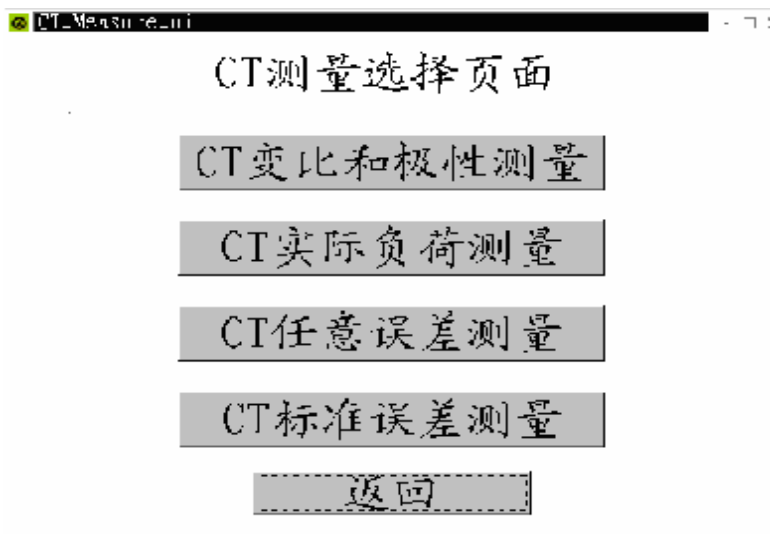

图 5
- 4、在图 4 所示菜单中有两个测量选项，点击触摸屏上的【电流互感器特性测量】，进入图 5《CT 测量选择页面》。
- 5、在图 5 所示测量选项菜单中，点击触摸屏上的【CT 变比和极性测量】处，进入图 6【CT 变比测量页面】菜单，进行 CT 变比和极性测量。
- 4、点击触摸屏的【电流互感器特性测量】处，进入图 5《CT 测量选择页面》页面。
- 12、 所有参数设置完后，点击触摸屏的【下一页】，进入图 8 《CT 标准误差测量结果》，当需要返回到上一级界面时，点击触摸屏的【返回】，就返回到图 5 《CT 测量选择页面》。